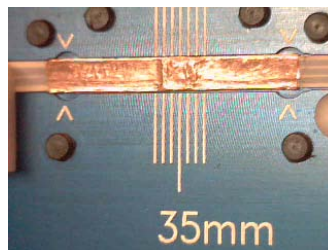

Figura7. Stick envuelto con la hoja de cobre
- viii) Doblar la hoja de cobre abrazando la muestra, con las pinzas de plástico, de forma ajustada. Alisar la hoja para que quede completamente adherida al stick y a la muestra. Pellizcar con las pinzas la hoja de cobre para sujetarla en las muescas del stick (marcadas como \wedge en la Figura7).¹